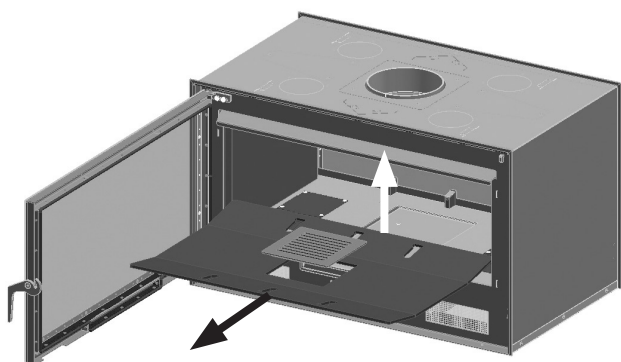

FIG. 9
1. Togliere dal dispositivo la griglia in ghisa e la base. Fare attenzione ai pezzi di vermiculite, si possono rompere (Fig. 9).